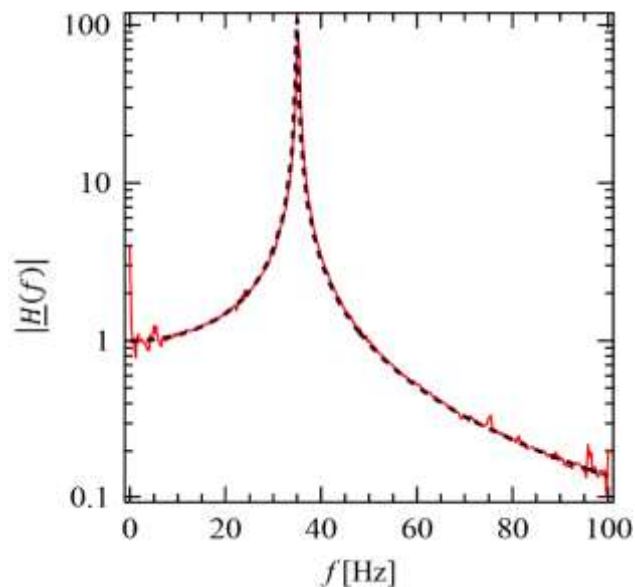

Figure 3: module $|\underline{H}(f)|$ de $\underline{H}(f)$ en fonction de la fréquence f .
14. Sur la figure 3, les expérimentateurs ont choisi de travailler en fréquence plutôt qu'en pulsation et ont tracé le module $|\underline{H}(f)|$ de $\underline{H}(f)$ en fonction de la fréquence f . Estimer l'ordre de grandeur du facteur de qualité à partir de la courbe expérimentale de la figure 3 en s'appuyant sur la question 13.